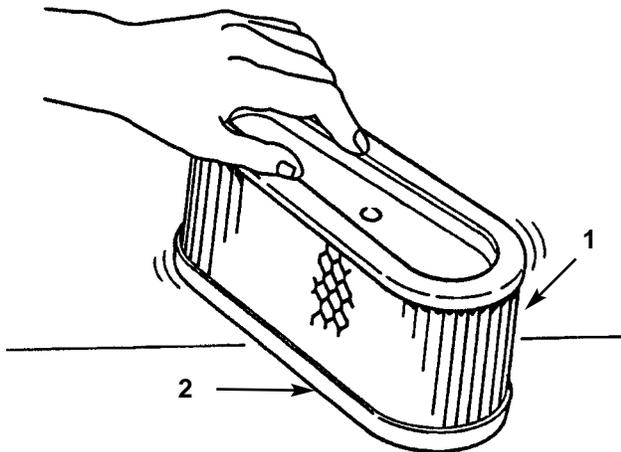

Bild 31
- C. Den Einsatz mit 30–50g frischem Motoröl durchtränken (Bild 31). Den Einsatz zur Verteilung des Öls zusammendrücken.
- A. Den Einsatz zum Entfernen von Staub- und Schmutzrückständen leicht auf flacher Oberfläche abklopfen (Bild 31).